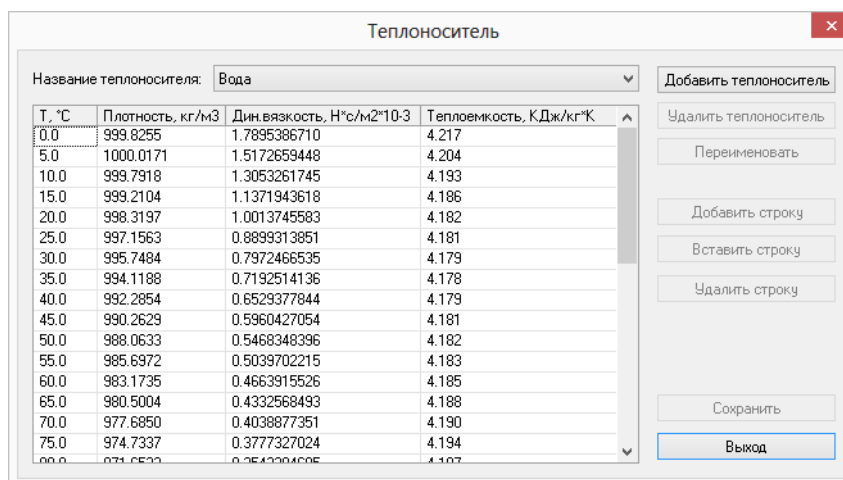

Рисунок 20.22. Окно справочника по теплоносителям
5. Нажать кнопку Редактировать. Откроется окно справочника по теплоносителям, показанное на Рисунок 20.22, «Окно справочника по теплоносителям».